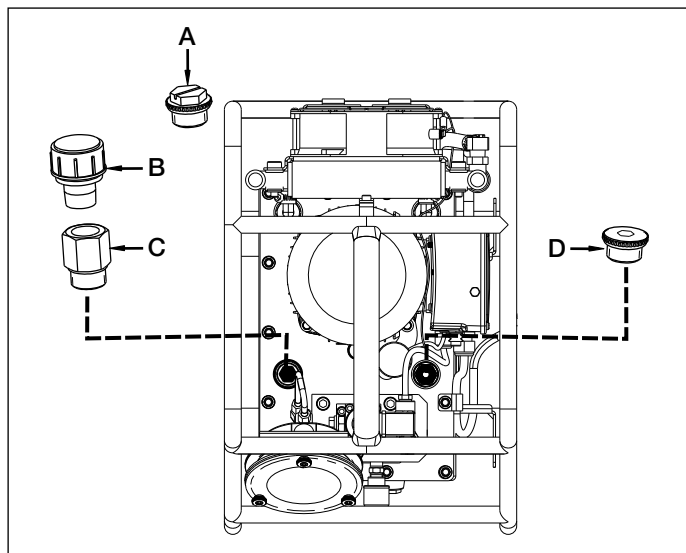
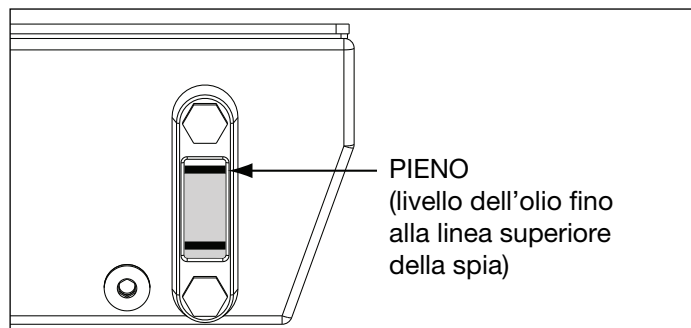

Figura 1, Sfiatatoio del serbatoio e tappo di riempimento dell'olio
Figura 2, Spia del livello dell'olio
Vedere la Figura 1. Sul raccordo di aerazione in cima al serbatoio è installato un tappo (A) solo per la spedizione. Prima di usare la pompa, sostituire il tappo di spedizione (A) con lo sfiatatoio (B) ed il raccordo adattatore (C).
Controllare il livello dell'olio prima di avviare la pompa. Il serbatoio è pieno quando il livello dell'olio arriva alla linea superiore della spia dell'olio, come mostrato in Figura 2. Se necessario, rimboccare l'olio togliendo il tappo di riempimento (D) dal tubo di riempimento come mostrato in Figura 1. Usare olio Enerpac HF (Grado ISO 32).